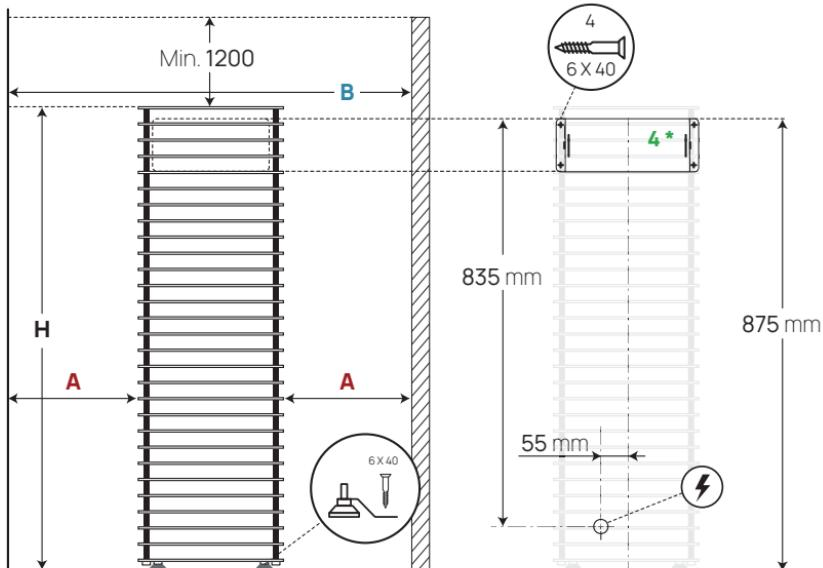

Рисунок 1. Размещение каменки
- Модели HUUM CLIFF 6, 9 и 11** крепятся к полу с помощью включенных в комплект кронштейнов. Установите кронштейн на ножку каменки, как показано на **рис. 1**, и закрепите его винтом (рекомендуется мин. 6 x 40 мм), соответствующим конструкции вашего пола.
- Прикрепите модель **HUUM CLIFF Mini 4** к стене парной с помощью панели для крепления к стене, входящей в комплект поставки. См. **Рисунок 1**.